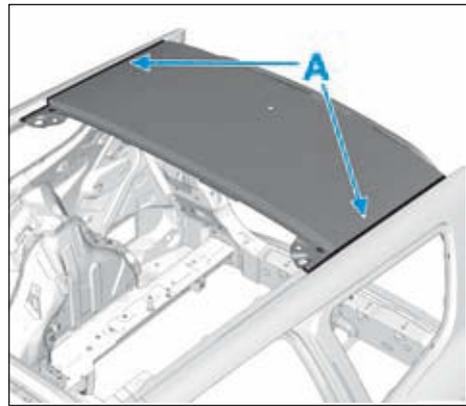

FIG.100
Le remplacement de cette pièce s'effectue d'une seule façon, il est nécessaire de fraiser les soudures (A) de la partie arrière du pavillon (Fig.100).